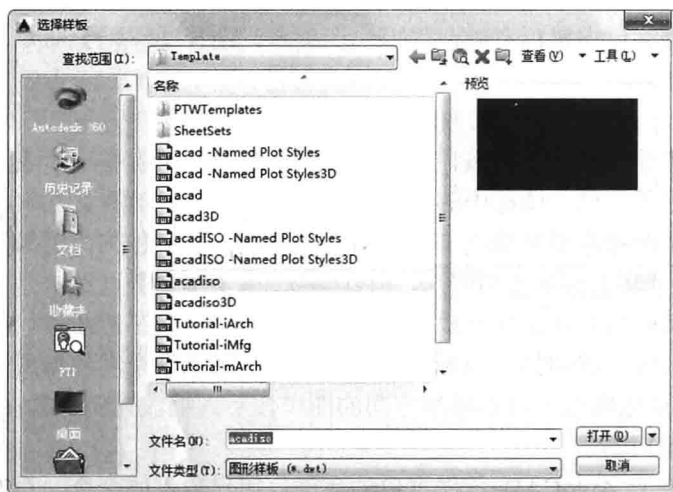

图1-6 【选择样板】对话框
2. 单击 图标,选择【新建】/【图形】选项(或单击快速访问工具栏上的 按钮创建新图形),打开【选择样板】对话框,如图 1-6 所示。该对话框中列出了许多用于创建新图形的样板文件,默认的样板文件是“acadiso.dwt”。单击 按钮,开始绘制新图形。